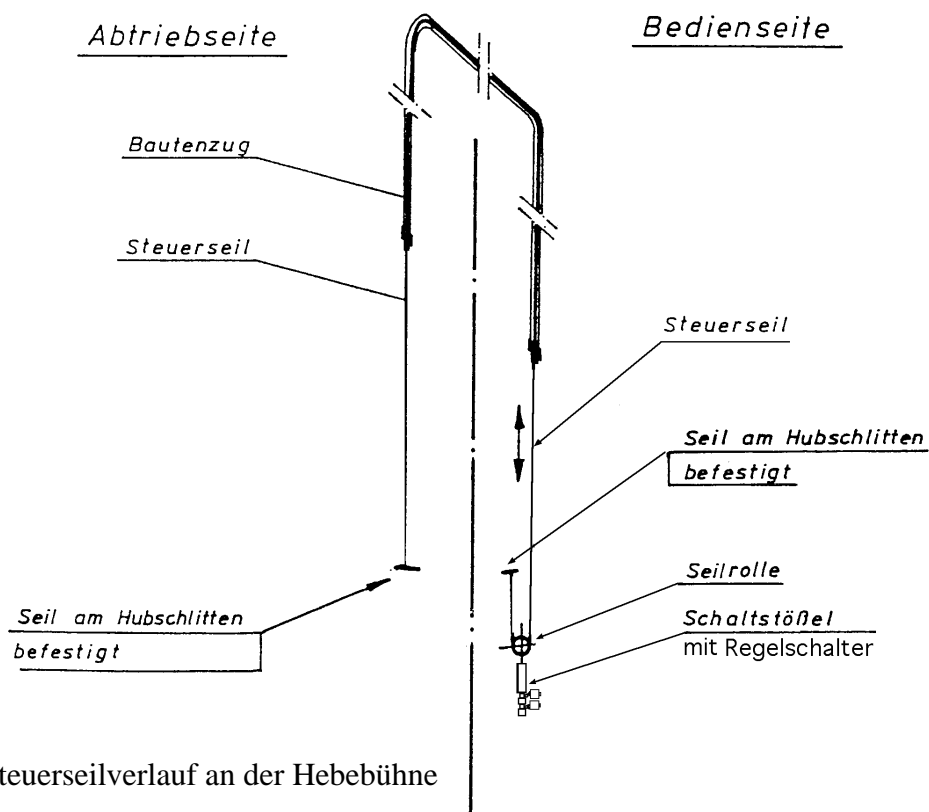

Bild 18: Steuerseilverlauf an der Hebebühne
- Bowdenzug durch die Steigrohre und durch das obere Querrohr führen (**Bild 18**).